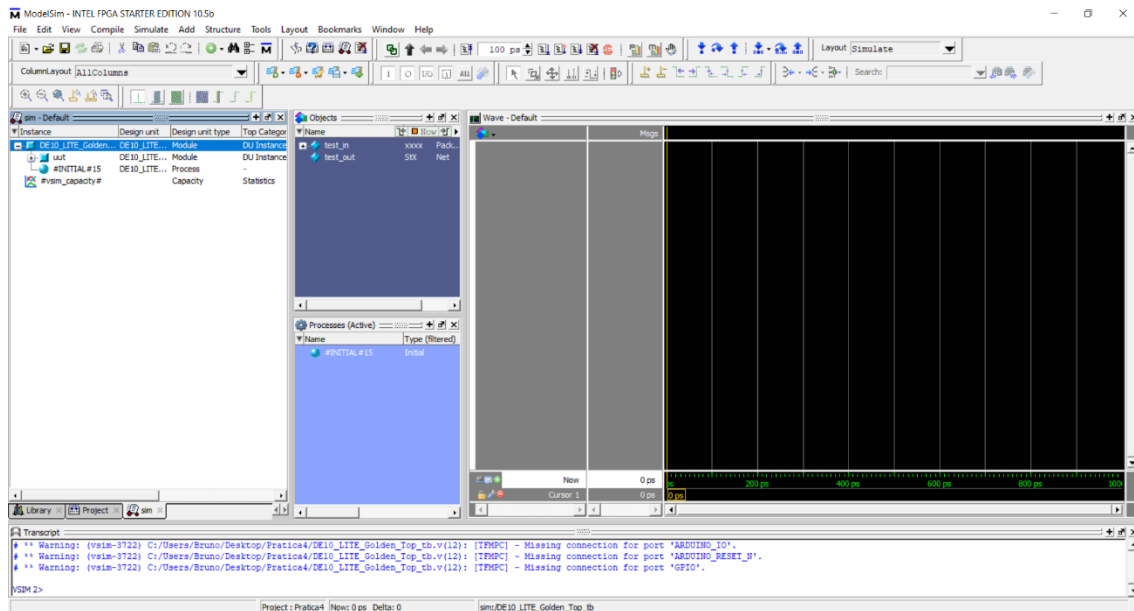

Figura 7: Simulation.
- Selecione **somente** o Module *DE10_LITE_Golden_Top_tb* e clique em OK. O modo simulação será exibido conforme a Figura 7 (Caso a tela roxa do meio, chamada Objects não apareça, acesse o menu View e selecione